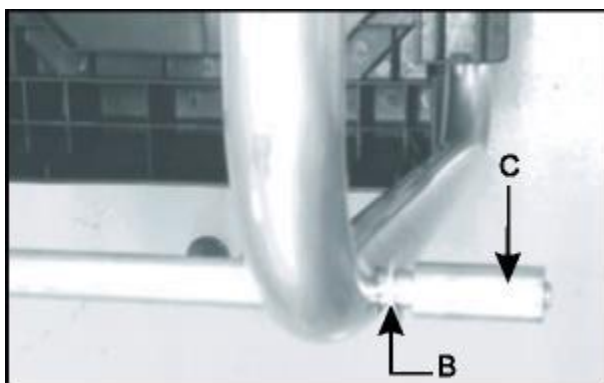

Fig. 1B
1. Posizionare la rondella (B) e il manicotto (C) in dotazione sull'asse della ruota. (Fig. 1B)